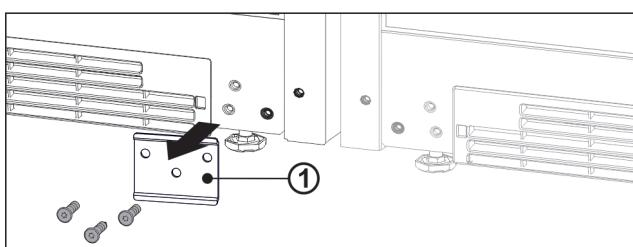

Fig. 13
- ▶ Če je plošča Fig. 13 (1) deformirana, jo odvijte.